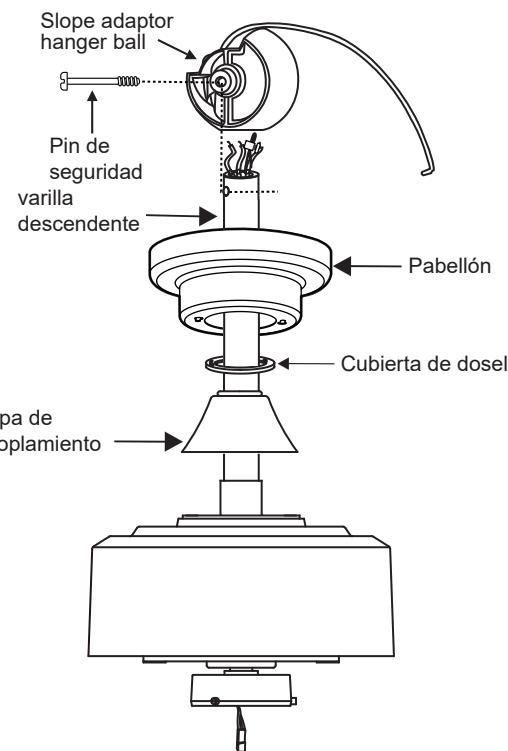

Fig. 11
7. Enrosque la bola colgante del adaptador de pendiente en la varilla hasta que el orificio central del pasador de seguridad de la bola se alinee con el orificio del pasador de seguridad en la varilla. Inserte el pasador de seguridad (con cuidado de no dañar los cables). (Fig. 11)